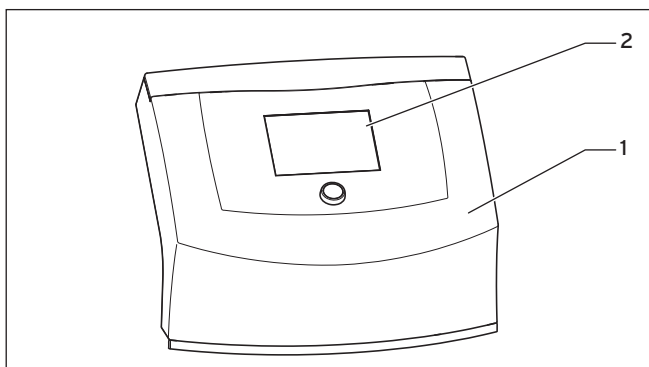

Abb. 11.1 Haube mit Display
- Nehmen Sie die Haube (→ Abb. 11.1, Pos. 1) mit dem Display (→ Abb. 11.1, Pos. 2) ab.
- Lösen Sie vorsichtig das Drehrad des Reglers mit der Drehgeber-Leiterplatte (2) aus der Haube.